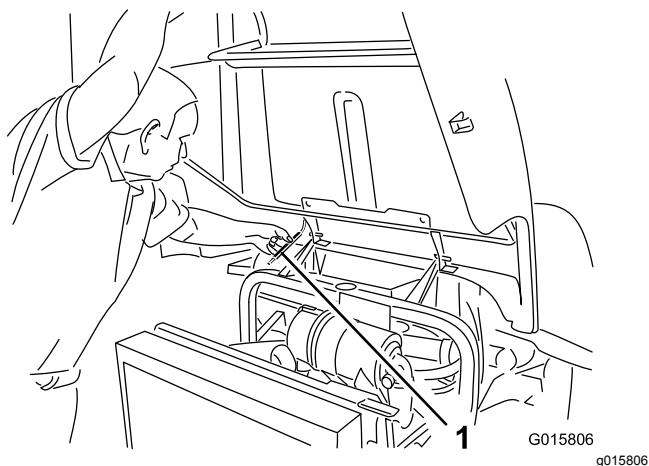

図 31
2. フレームチューブの下に支え棒が入る高さまでフードを持ち上げる 図 31。